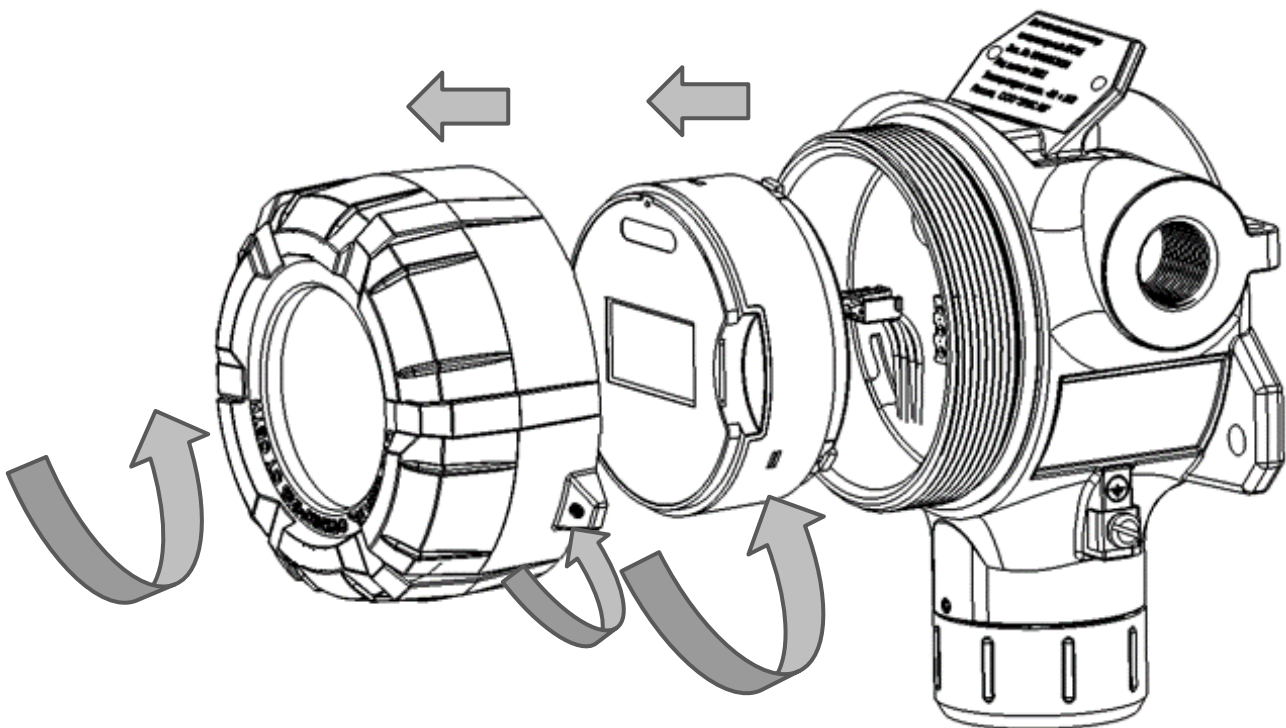

Рисунок 33- Схема разбора газоанализатора
1) Открутить стопорный винт на верхней крышке газоанализатора (см. рисунок 33). Открутить крышку по резьбе. Снять электронный модуль, повернув его против часовой стрелки, затем потянуть на себя. Во время проведения работ избегать попадания влаги в газоанализатор.
При кратковременном поднесении магнитного ключа к значку 2 на лицевой панели прибора на дисплее отображается график, показывающий измеренную концентрацию за последнее время работы датчика (см. рисунок 33). Интервал движения графика настраивается в меню (Меню ► Настройка ► Интерфейсы ► Дисплей). Для выхода обратно в режим измерения необходимо поднести магнитный ключ к этому же значку или к значку 1.